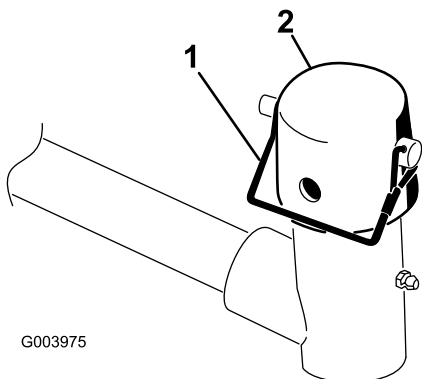

Figura 9
2. Retire el pasador de seguridad y el tapón de la horquilla de pivote del brazo de elevación (Figura 9).
Nota: Utilice la ranura si se desea que la unidad de corte sea dirijible, y utilice el taladro si la unidad de corte va a quedar bloqueada en una posición fija (Figura 9).